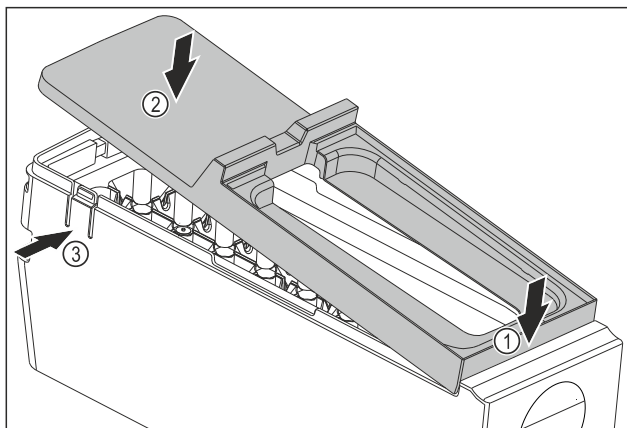

Fig. 144
- Montirajte poklopac tijela sustava EasyTwist-Ice: Postavite poklopac sprijeda. Fig. 144 (1)
- Spustite poklopac straga. Fig. 144 (2)
- Poklopac će se čujno uglaviti u oba jezička Fig. 144 (3).